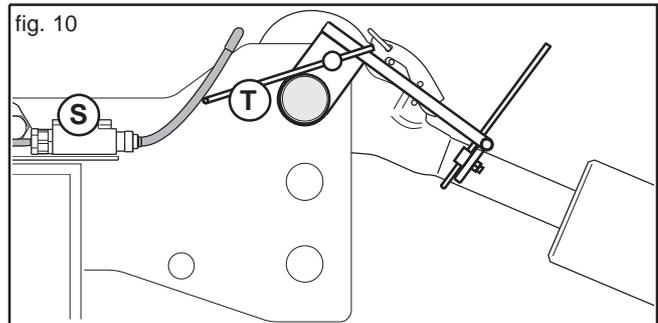

fig. 10
Nach der Montage die Maschine anheben und überprüfen, dass der Stab des Schalters (S) beansprucht wird (Abb. 10).